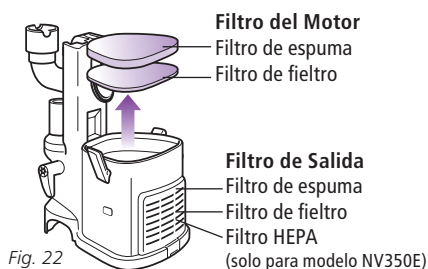

Fig. 22
- 2 Saque los 2 filtros de la parte de arriba de la base del motor. (Fig. 22)